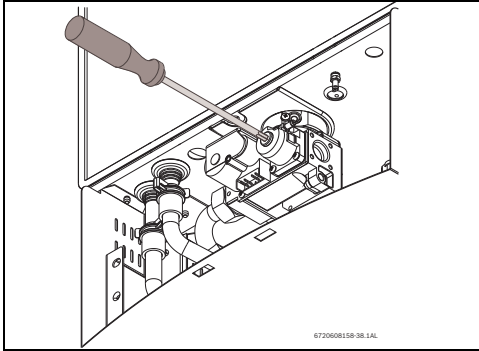

Fig. 49 Ajuste de CO2 en modo P2
- ▶ Remover la pintura amarilla de precintado/sellado, de la tapa de protección de la parte delantera de la válvula de gas y removerla con una llave Torx nº 40, Fig.49.
- ▶ Colocar la tapa de protección de la parte delantera de la válvula de gas, Fig. 49.